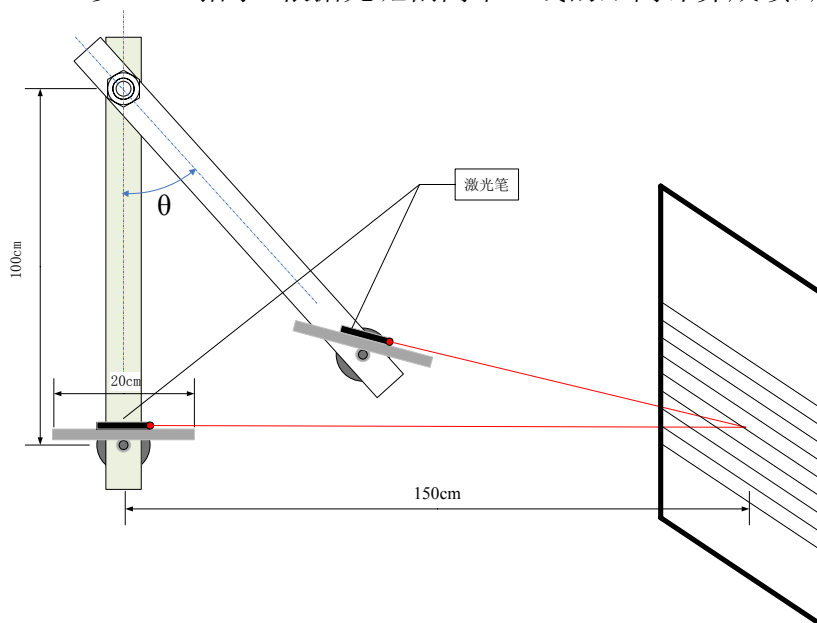

图 3
- (1) 如图 3 所示，在平板上固定一激光笔，光斑照射在距摆杆 150cm 距离处垂直放置的靶子上。摆杆垂直静止且平板处于水平时，调节靶子高度，使光斑照射在靶纸的某一条线上，标识此线为中心线。用手推动摆杆至一个角度 θ （ θ 在 $30^\circ \sim 60^\circ$ 间），启动后，系统应在 15 秒钟内控制平板尽量使激光笔照射在中心线上（偏差绝对值 $< 1\text{cm}$ ），完成时以 LED 指示。根据光斑偏离中心线的距离计算成绩，超时则视为失败。